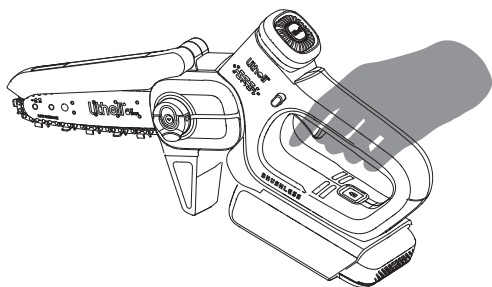

Рис. 13
1. Крепко возьмитесь за заднюю рукоятку рукой. (См. Рис. 13)